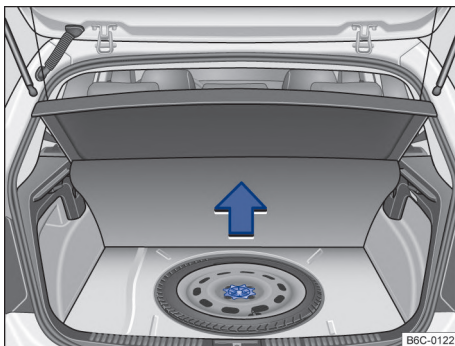

Fig. 158 En el maletero, por debajo del revestimiento del piso: rueda de emergencia y herramientas de a bordo.
Las herramientas de a bordo y la rueda de emergencia están ubicadas en el maletero, debajo de la moqueta → fig. 158.
- Levantar el guarnecido del maletero → fig. 158.